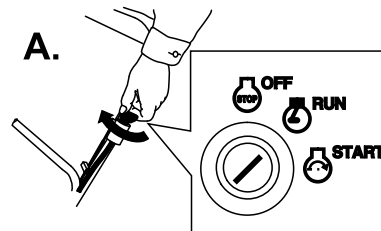

Bild 25
- Stellen Sie den Zündschlüssel auf die Lauf-Stellung und ziehen Sie den Rücklaufstarter in die Betriebsstellung (Bild 25).